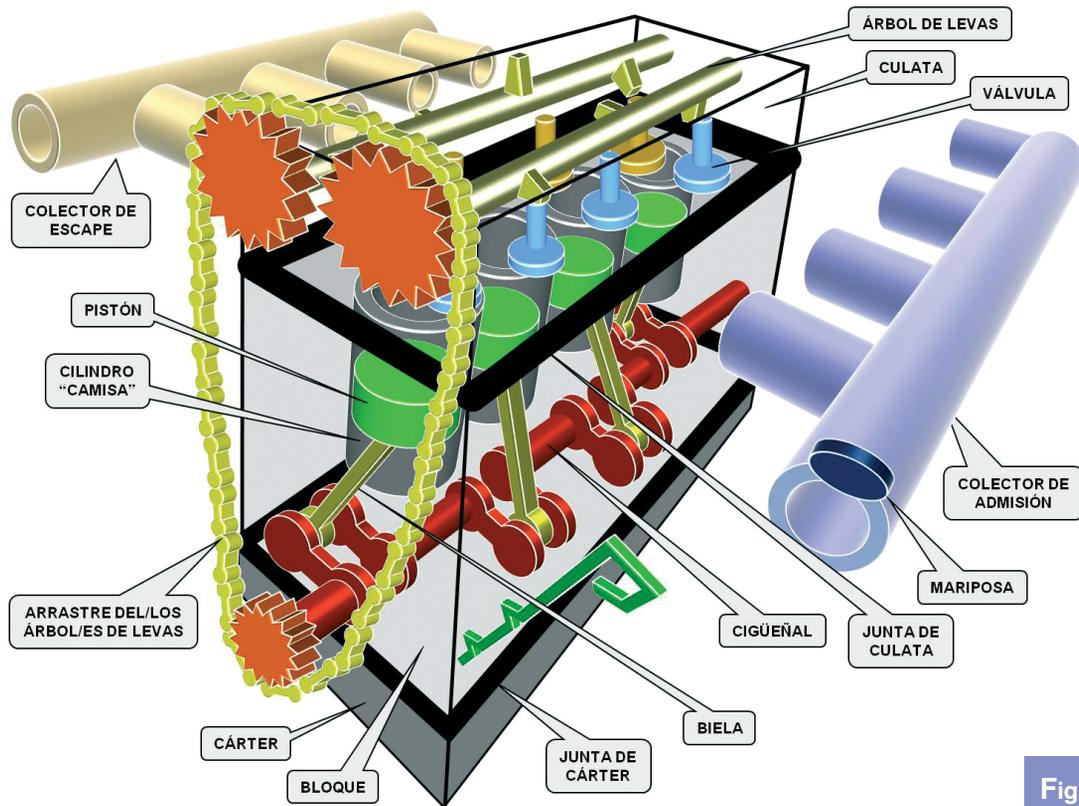
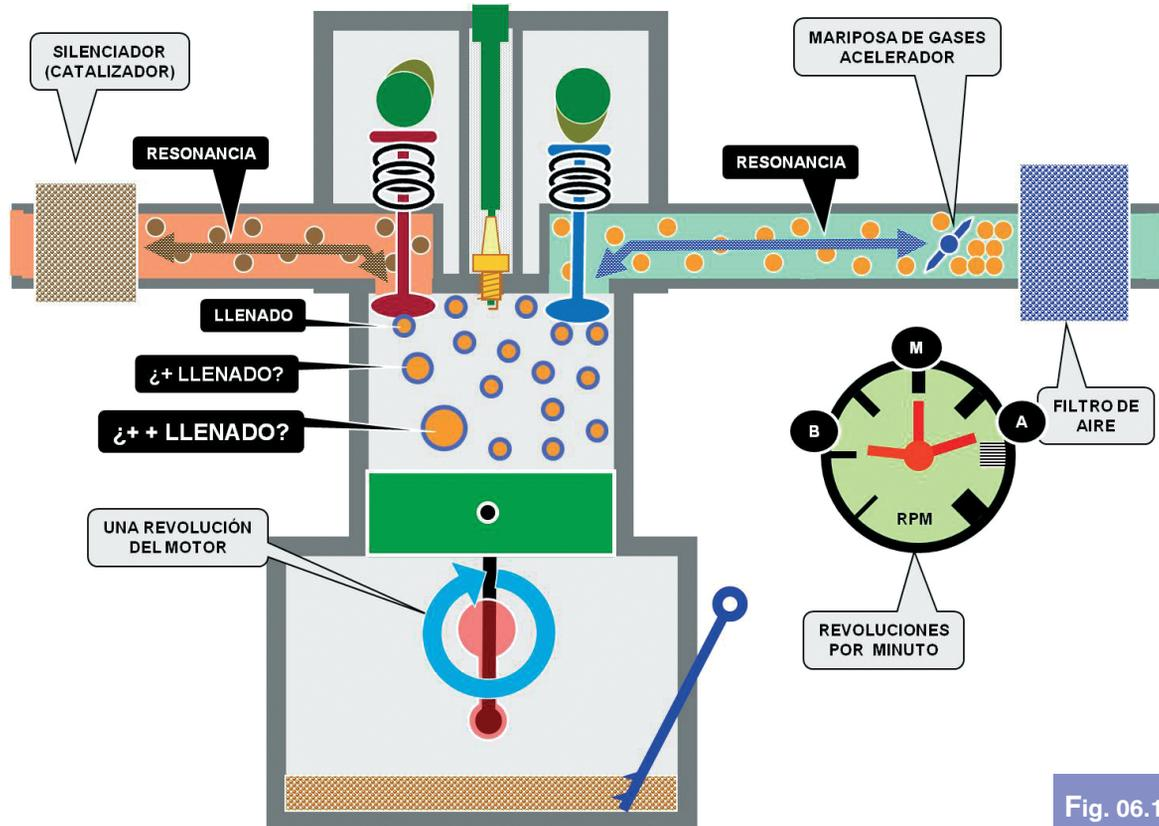
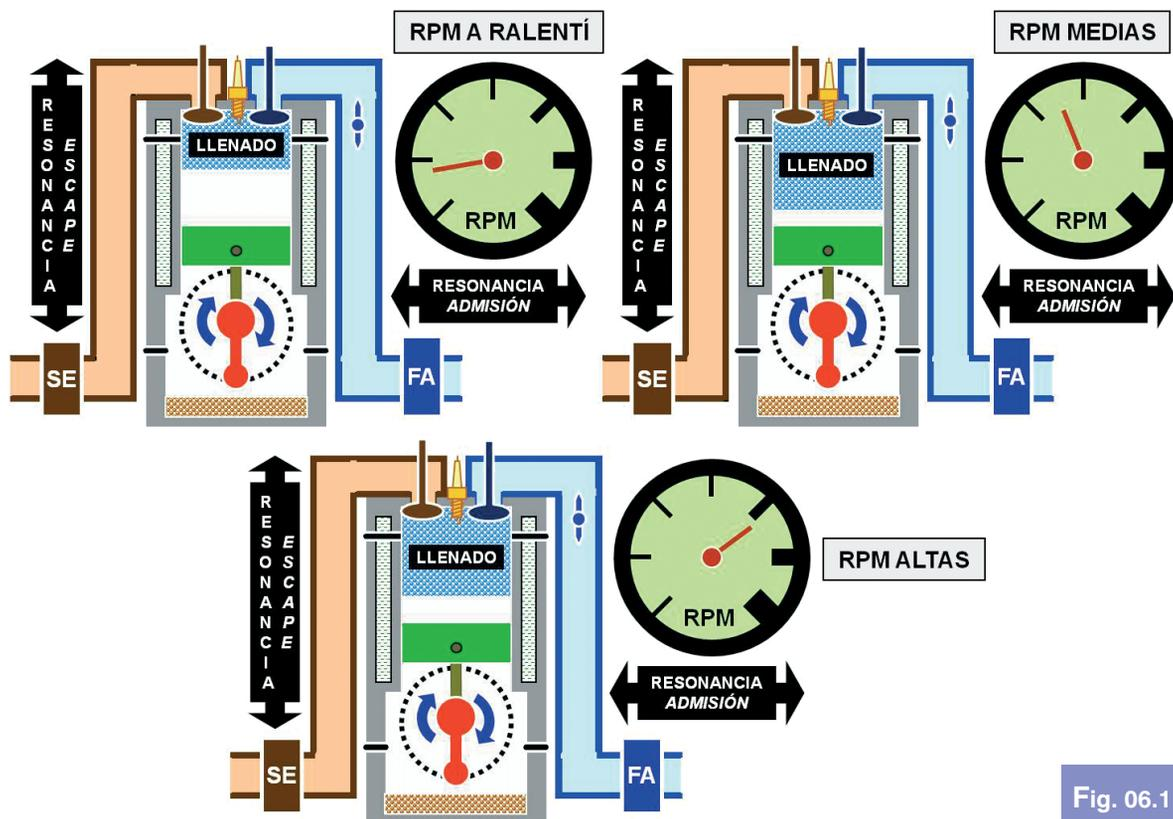

Fig. 06.9
Fig. 06.10
Fig. 06.11
6.7.1 Mariposa de gases (Fig. 06.9 y Fig. 06.10)
mayor carrera el pistón ha de ir más deprisa. La velocidad lineal del pistón es proporcional a la fatiga del motor. En la imagen de la Fig. 06.10 se representan las tres zonas de utilización del cuenta RPM; baja (B), media (M) y alta (A).
6.8 » Concepto de llenado (Fig. 06.10 y Fig. 06.11)
6.8.1 Relación entre el llenado y las RPM → «resonancia» (Fig. 06.10 y Fig. 06.11)